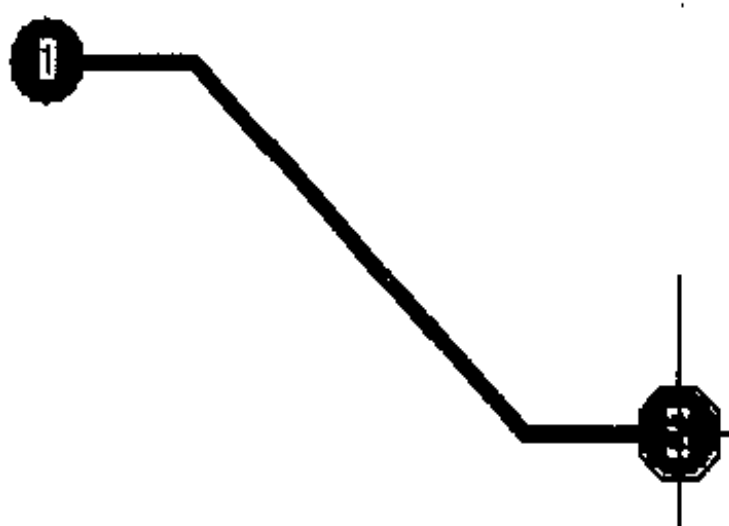

图 5-61 布置第三段导线
4) 确定第三条段线。接着单击鼠标左键, 完成第三段导线, 如图 5-61 所示。